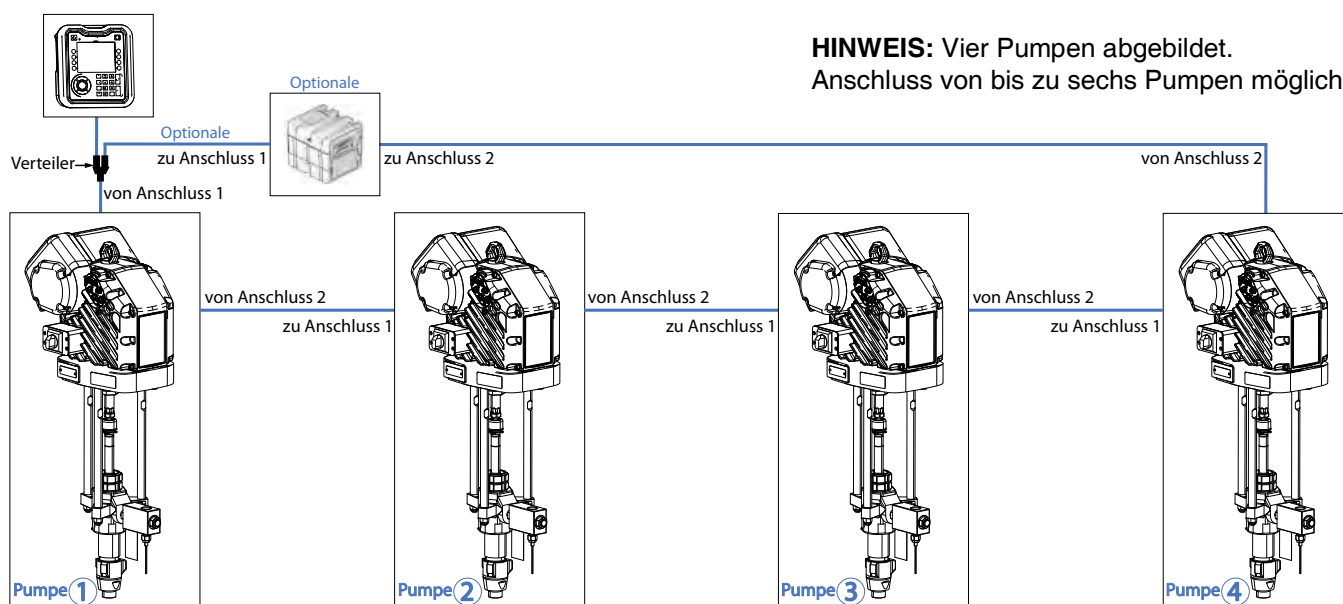

ABB. 11: Anschließen mehrerer Pumpen
HINWEIS: Zu den weiteren Schritten, siehe **Abb. 11**. In Abbildung 11 sind vier Pumpen angeschlossen. Das ADM kann an der ersten Pumpen oder an einer separaten Stelle angeschlossen werden.
1. Ein CAN-Kabel zwischen Anschluss 1 der ersten Pumpe (als Pumpe 1 in **Abb. 11** dargestellt) und dem Verteiler anschließen.
HINWEIS: **Abb. 11** zeigt die Konfiguration mit einem CGM. Falls Sie kein CGM verwenden, wird das CAN-Kabel von der letzten Pumpe direkt an den Verteiler angeschlossen.